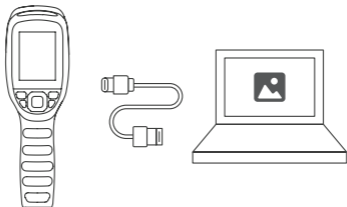

Figura 4.1.1
2. Collega il TC004 al tuo computer con il cavo USB in dotazione (vedi Figura 4.1.1).